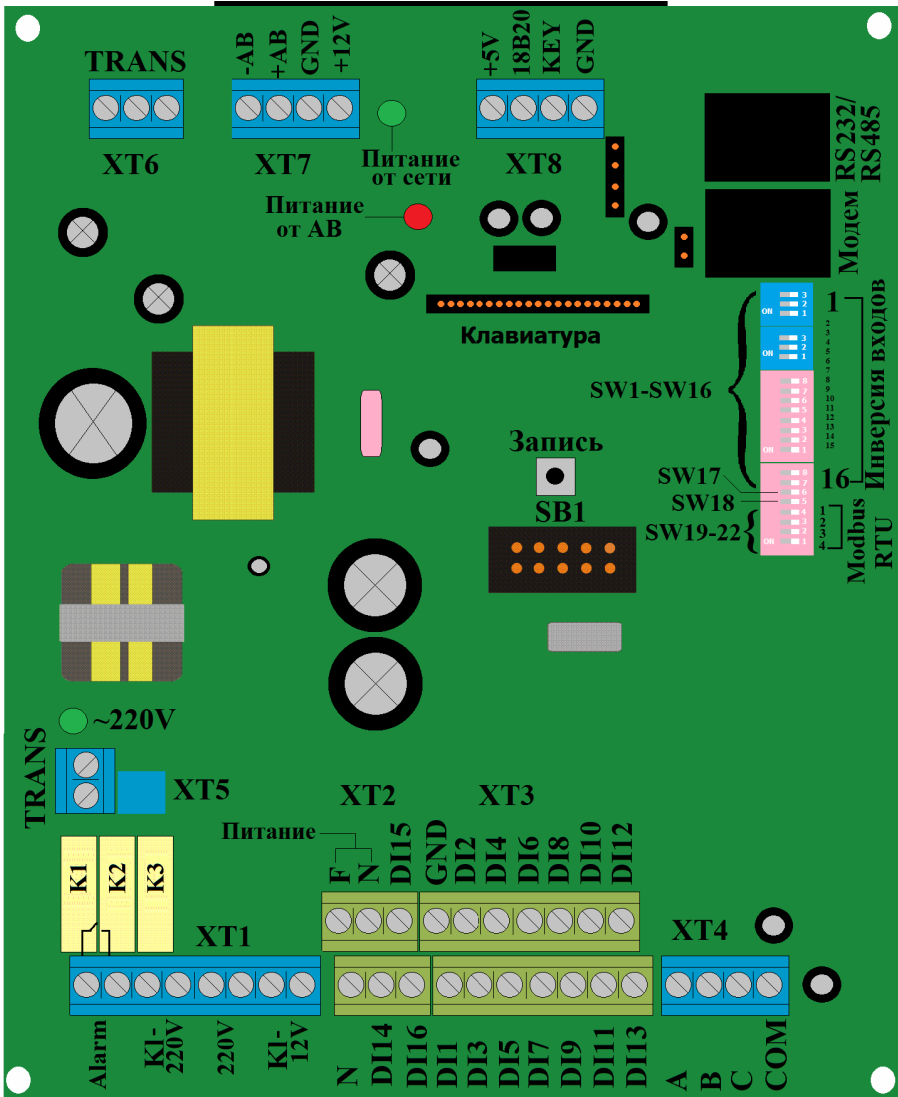

Рис.3 Расположение элементов на плате «ВЕГА-сигнализатор К».
4.10. Программирование влияние аварии по входу DI1- DI16 на состояние клапан отсекателя. Чтобы включить режим программирования, необходимо переключатель SW18 (см. Рис.3) перевести в положение ON. При этом будет мигать светодиод „Программирование” на передней панели. С помощью переключателей SW1-SW16 установить влияние входа на клапан отсекатель: если соответствующий светодиод не светится, значит, при аварии по данному входу клапан закроется. Если светодиод светится, то авария по данному входу не приведёт к закрытию клапана. Далее необходимо записать в память положение переключателей SW1-SW16, нажав кнопку SB1 «Запись». Затем вернуть переключатели SW1-SW16 в первоначальное состояние. Выйти из режима программирование переключатель SW18 вернуть из положения ON.
2) Подключить ~380В, 50 Гц на клеммник XT4 (см. Рис.3). По наличию напряжения на XT4 блок формирует сигналы «Обрыв фазы», «Сбой питания», «Питание от АБ». Если на блок не заводится 380В, 50 Гц, то фазу питания необходимо подать на все три контакта А,В,С клеммника XT4. Нейтраль подаётся на контакт COM.